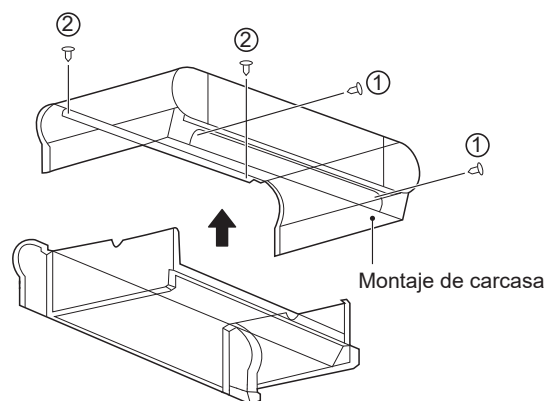

Figura 5-17 Retirada de la carcasa
Como se muestra en la Figura 5-17, retire los tornillos ① * 2 y ② * 2 y luego la carcasa.